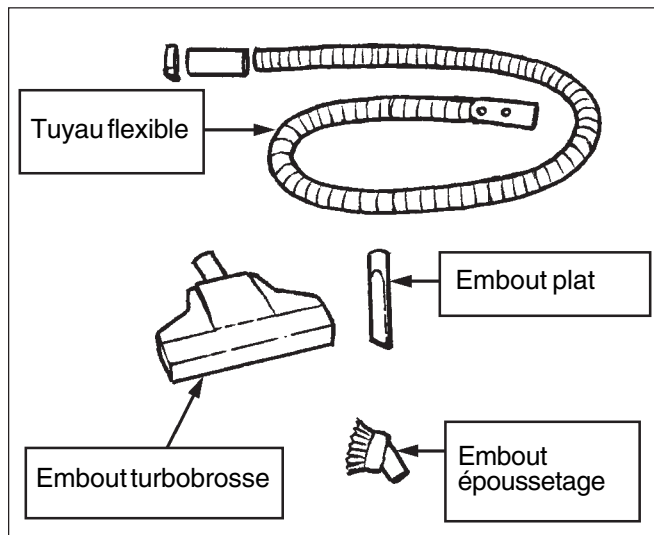

Figure 5
Trois accessoires intégrés sont disponibles avec l'aspirateur : un embout d'époussetage, un embout plat et une turbobrosse (figure 5). Un tuyau flexible de six (6) mètres est fourni, ce qui permet de nettoyer plusieurs pièces sans déplacer la machine.